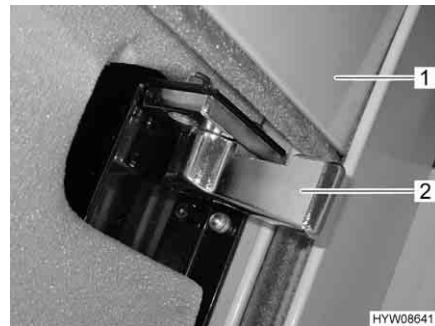
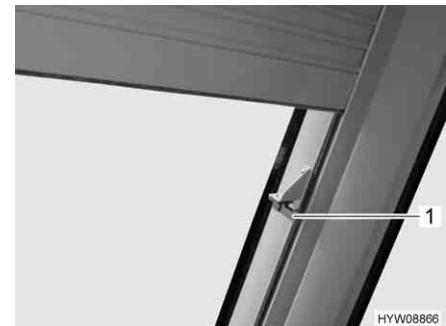
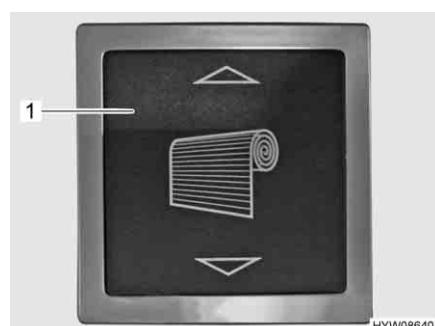
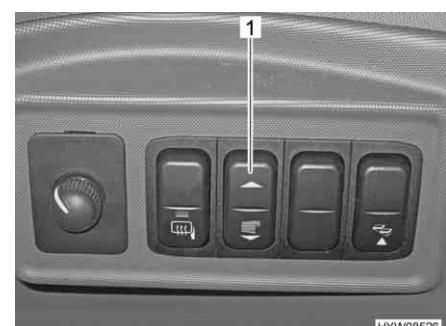

Fig. 54 Chiusura di sicurezza oscurante a rullo
Fig. 55 Chiusura di sicurezza aggiuntiva oscurante a rullo
Fig. 56 Pulsante basculante per oscurante a rullo (vano abitabile)
Fig. 57 Pulsante basculante per oscurante a rullo (cruscotto)
- Sui entrambi i lati, ruotare spingendo in avanti la chiusura di sicurezza (Fig. 54,2 o Fig. 55,1)
- Premere e tenere premuto il pulsante basculante (Fig. 56,1 o Fig. 57,1), finché l'oscurante a rullo (Fig. 54,1) ha raggiunto la posizione desiderata.
- Premere e tenere premuto il pulsante basculante (Fig. 56,1 o Fig. 57,1) finché l'oscurante a rullo ha raggiunto la posizione più alta.
- Sui entrambi i lati, ruotare spingendo indietro (Fig. 54 o Fig. 55) la chiusura di sicurezza.